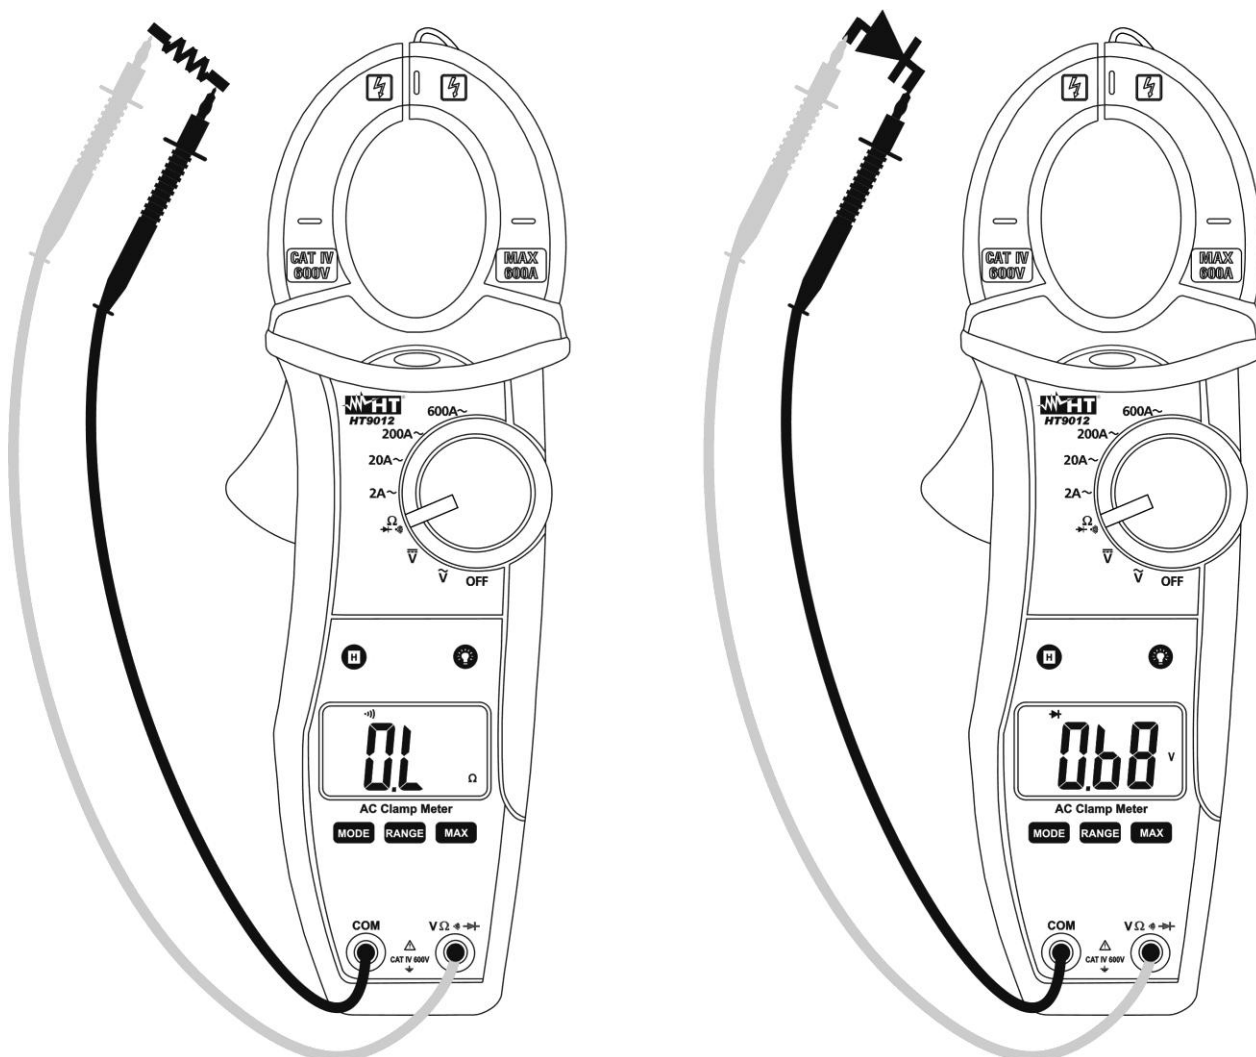

Fig. 7: Uso da pinça para Testes de Continuidade e Tesre de Díodos
3. Inserir o cabo vermelho no terminal de entrada $V\Omega \rightarrow |$ e o cabo preto no terminal de entrada **COM** e executar o teste de continuidade no objecto em exame (ver Fig. 7 – parte esquerda). O indicador sonoro emite um sinal acústico quando o valor da resistência medida é inferior a cerca de 100Ω
5. Ligar a ponteira vermelha ao ânodo do díodo e a ponteira preta ao cátodo no caso de medição da polarização directa (ver Fig. 7 – parte direita)